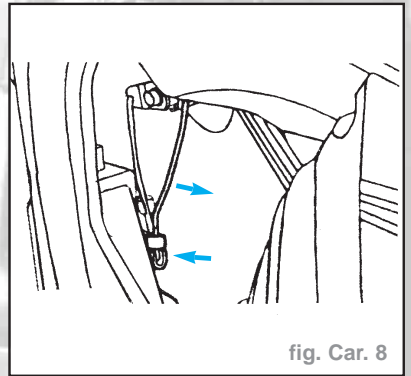

fig. Car. 8
- Désaccoupler la tringle de la serrure. Ouvrir le clip et sortir la tringle (fig. Car. 8).
- Désaccoupler les tringles de serrure. Ouvrir les clips et sortir les tringles (fig. Car. 8).